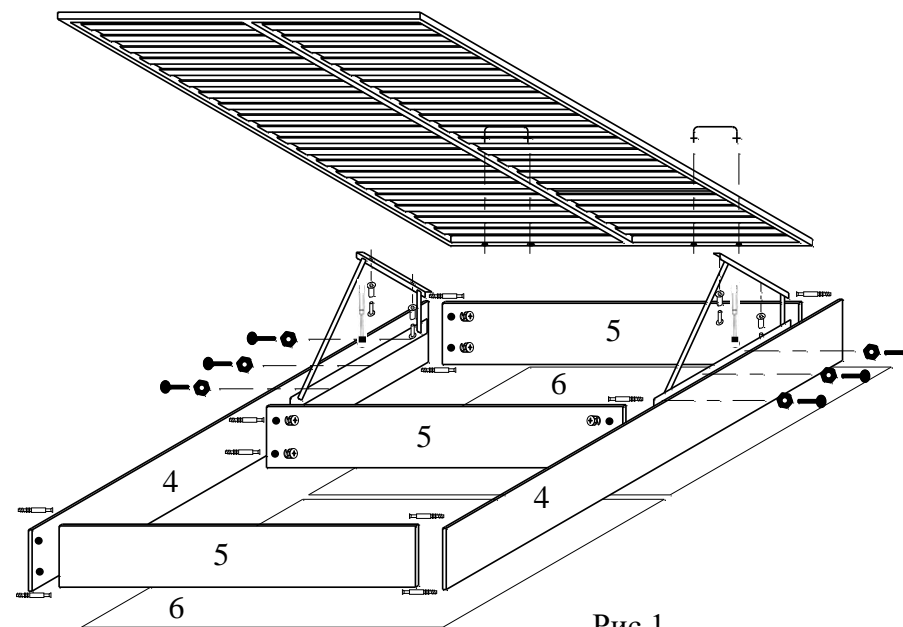

Рис.1
1. Закрепить на нижней части спинок (1,2) и царг (3) подпятники (J) на расстоянии ≈ 3 см от края.
2. Вкрутить стержни эксцентриков (С) в предварительно забитые в отверстия втулки на царгах короба (4) и стержни эксцентриков (Е) в отверстия на спинке (1).
3. Вставить шайбы эксцентриков (Е) в глухие отверстия на царгах (3) и шайбы эксцентриков (С) в глухие отверстия на перегородках (5).
4. Собрать короб подъемного механизма (рис.1), закрепив перегородки (5) на царгах короба (4), прижать стержни эксцентриков шайбами (С). Это достигается поворотом шайбы эксцентрика по часовой стрелке при помощи отвертки.
5. Прибить дно (6) к полученному коробу гвоздями (N) со стороны большего расстояния до крепления орт. основания на царгах короба (4).
8. В царгах (3) установить коническую стяжку (А), вкрутить в нее винт стяжки и зафиксировать винтом шток.
9. В большой спинке (2) установить коническую стяжку (А) и вкрутить в нее винт стяжки.